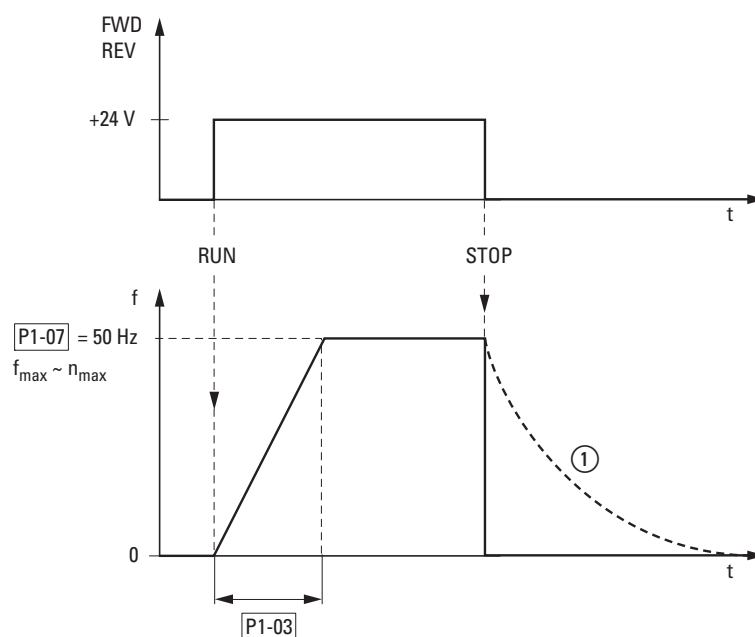

Abbildung 95: Start-Stopp-Befehl bei maximaler Sollwertspannung
Abbildung 95 zeigt beispielhaft den Verlauf, wenn das Freigabesignal (FWD/REV) angeschaltet wird und die maximale Sollwertspannung (+10 V) anliegt. Der Motor folgt in seiner Drehzahl der Ausgangsfrequenz, in Abhängigkeit vom Last- und Trägheitsmoment (Schlupf), von null bis  $n_{\text{max}}$ .
Wird im Betrieb das Freigabesignal (FWD, REV) abgeschaltet, so wird der Wechselrichter sofort gesperrt (STOP) und die Ausgangsfrequenz auf null gesetzt. Der Motor läuft ungeführt aus (siehe ① in Abbildung 95). Die Beschleunigungszeit wird in Parameter P1-03 eingestellt.